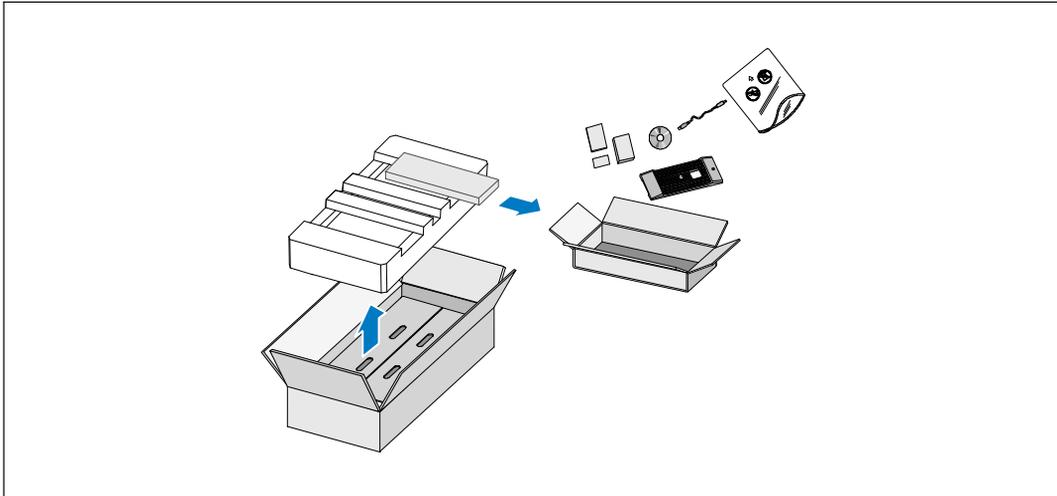

Figura 2. Cómo desembalar el sistema
- 1 Abra la caja de cartón exterior y extraiga los accesorios embalados con el gabinete (consulte la Figura 2).